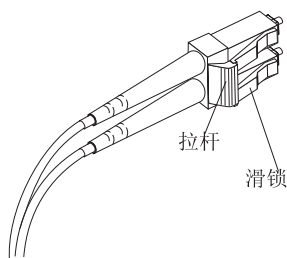

图 19. LC-LC 光纤通道电缆拉杆和滑锁
1. 在 LC-LC 电缆接入 SFP 模块或主机总线适配器的那一端，向下按住拉杆以释放滑锁，如图 19 中所示。